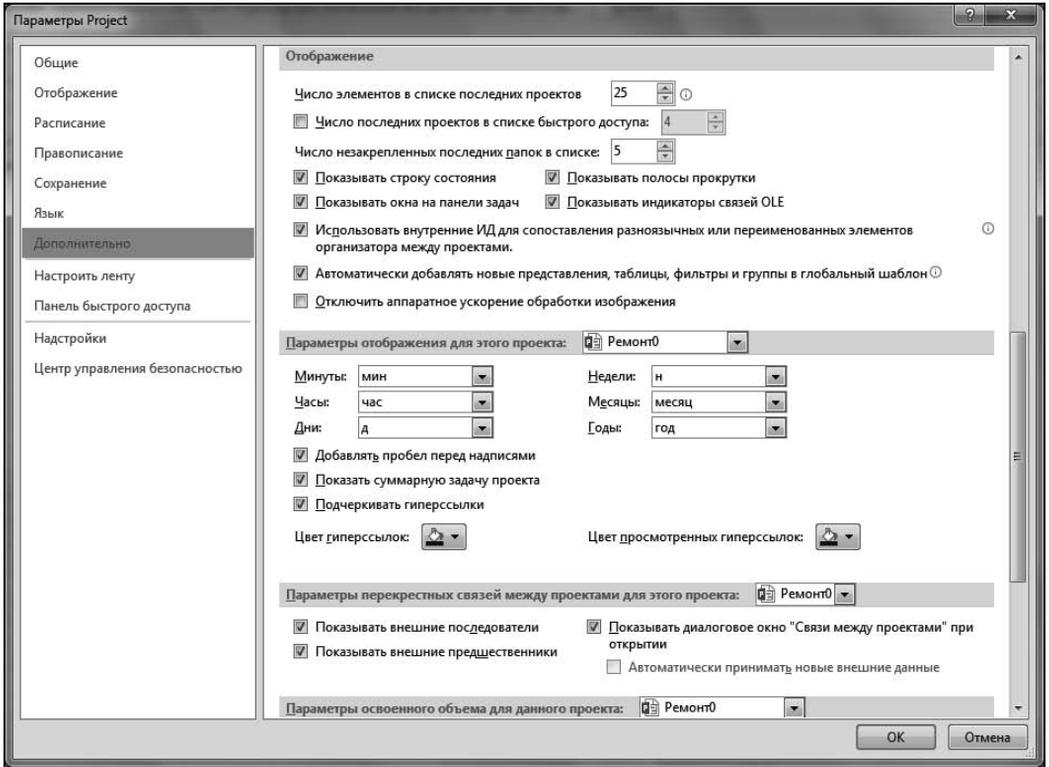

Рис. 5.4. Окно настройки параметров проекта, вкладка **Дополнительно**
3. Выбрать в левом меню окна команду **Отображение** (рис. 5.4) и на ней в поле **Валюта** выбрать рубли (**RUR**), а в поле **Десятичные знаки** выбрать значение **0**.